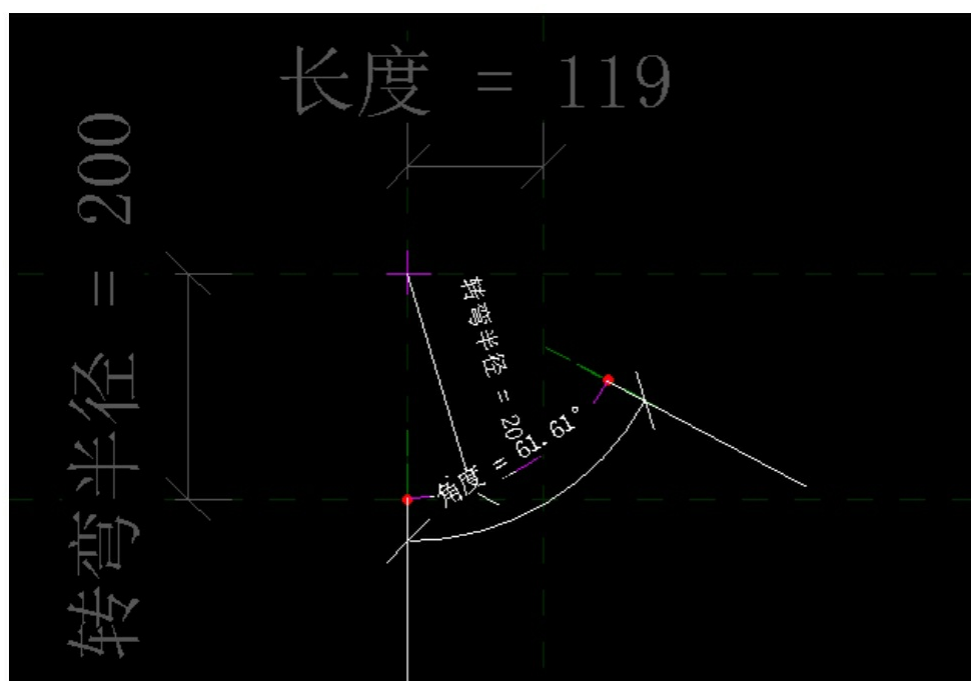

图7-264
(3) 用放样融合工具来绘制一段用“圆心-端点弧”命令绘制的路径，把路径的起点圆心和起点与参照平面全部对齐锁定，并给弧半径和角度添加参数，如图7-264所示。